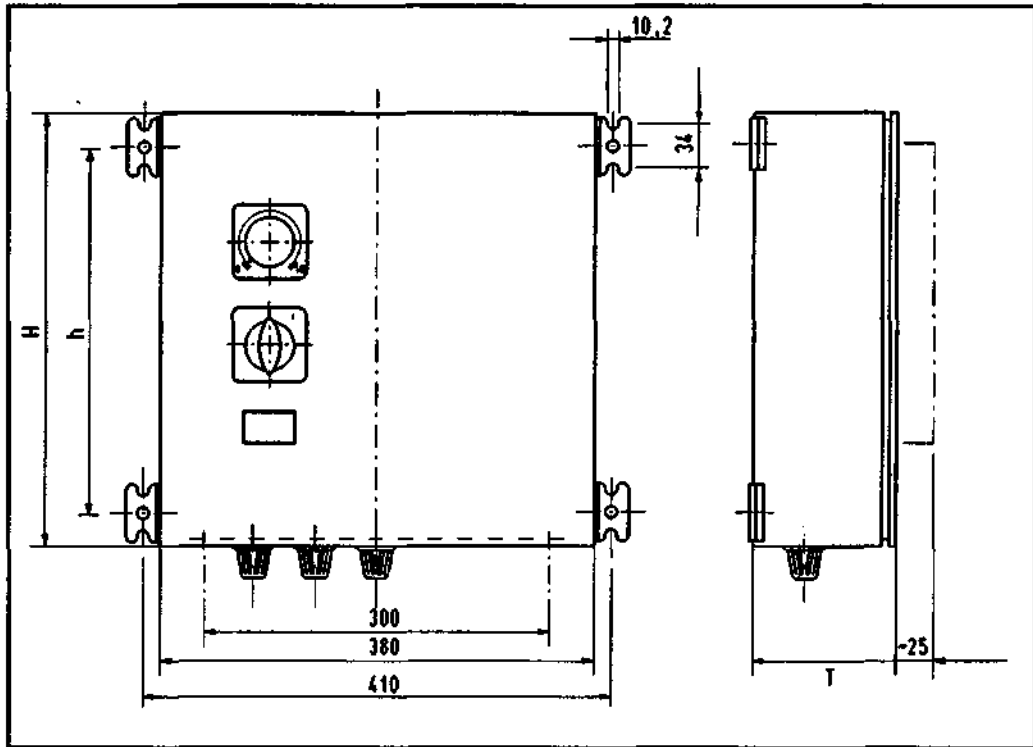

Figura 4.2
- ☞ avvitare al quadro le linguette di fissaggio facenti parte della lista di consegna, attenendosi alla figura 4.2;
- ☞ regolarsi secondo la sagoma di foratura della figura 4.2 e predisporre i rispettivi fori per il fissaggio a vite;